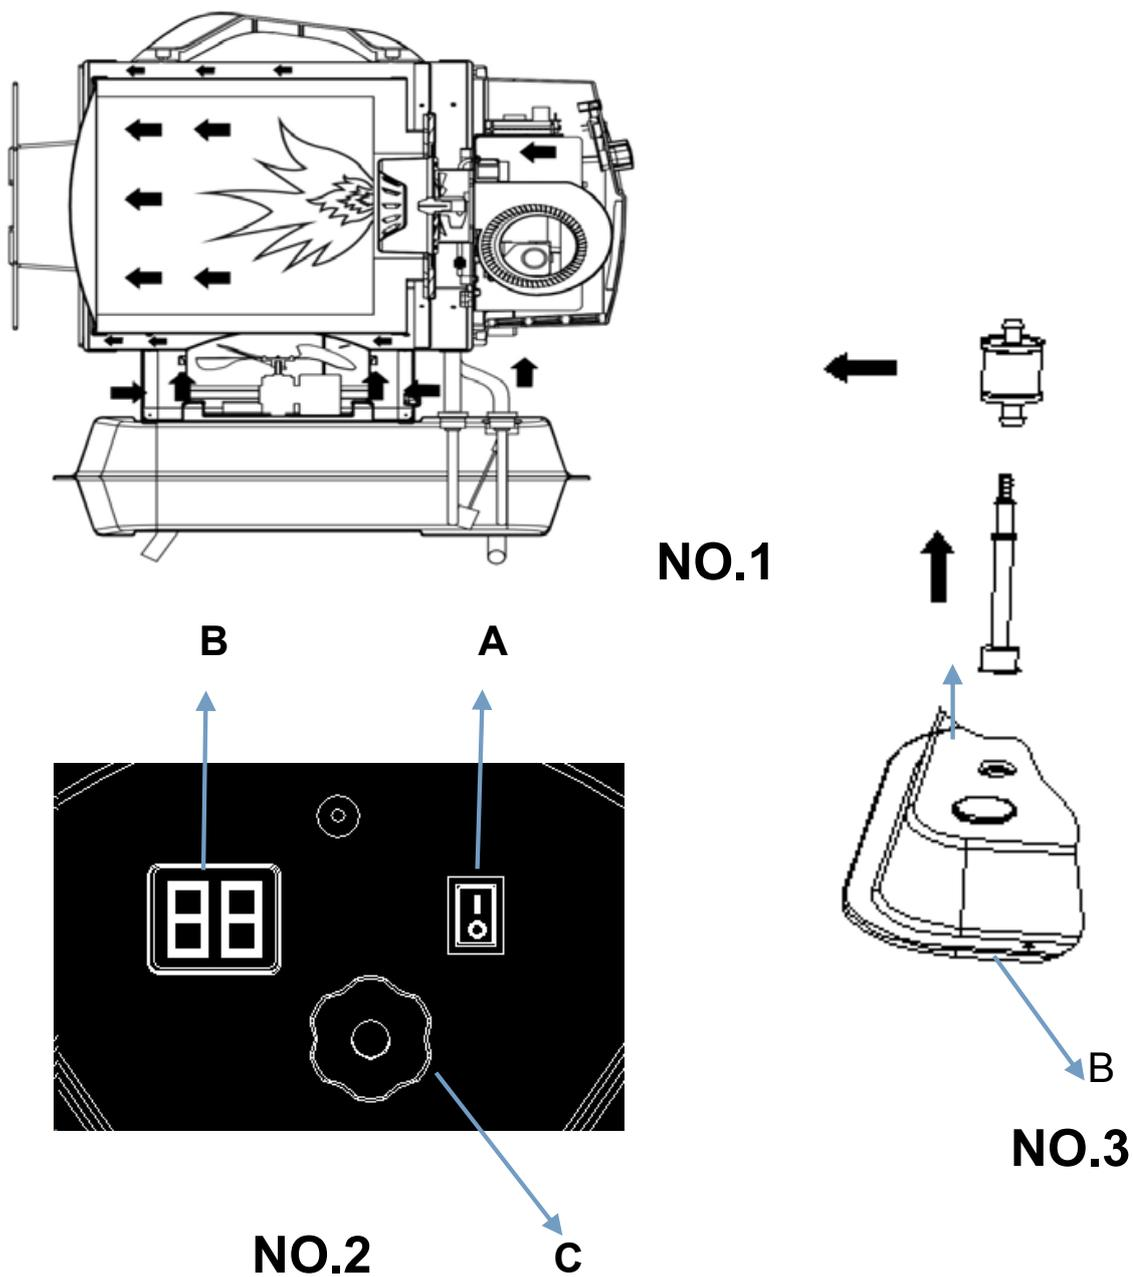

Figure 1
Voir figure 1 en page 11.
5. Mettez l'interrupteur ON/OFF sur ON (I) (figure 1, No. 2, A). L'appareil doit être sous tension après quelques secondes. Si ce n'est pas le cas, consultez le chapitre 11 : «Identification des problèmes».
6. Vérifiez la position du thermostat (figure 1, No. 2, C).
1. Mettez l'interrupteur ON/OFF (I/O) sur OFF (O). Voir figure 1, No. 2, A).
1. Enlevez le bouchon du réservoir d'essence (voir figure 1, No. 3).
2. Enlevez le filtre du réservoir (voir figure 1, No. 3).
3. Retirez le tuyau d'aspiration (voir figure 1, No. 3).